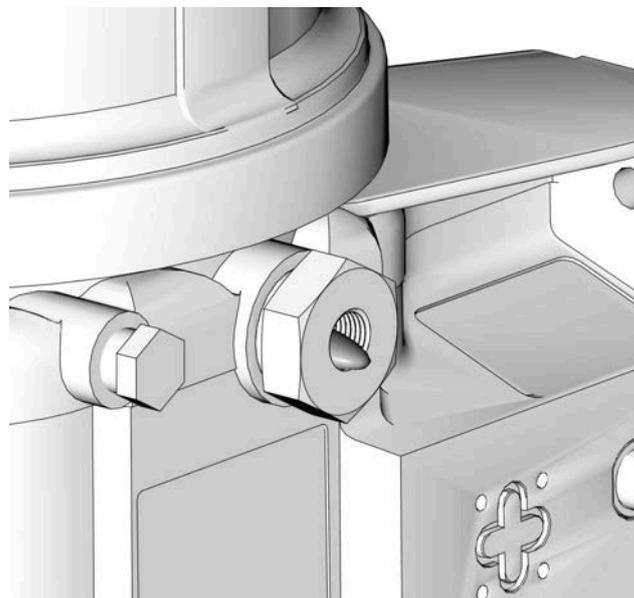

FIG. 27
2. Faire fonctionner la pompe jusqu'à ce que le lubrifiant sortant du raccord d'élément ne contienne plus d'air (FIG. 27).